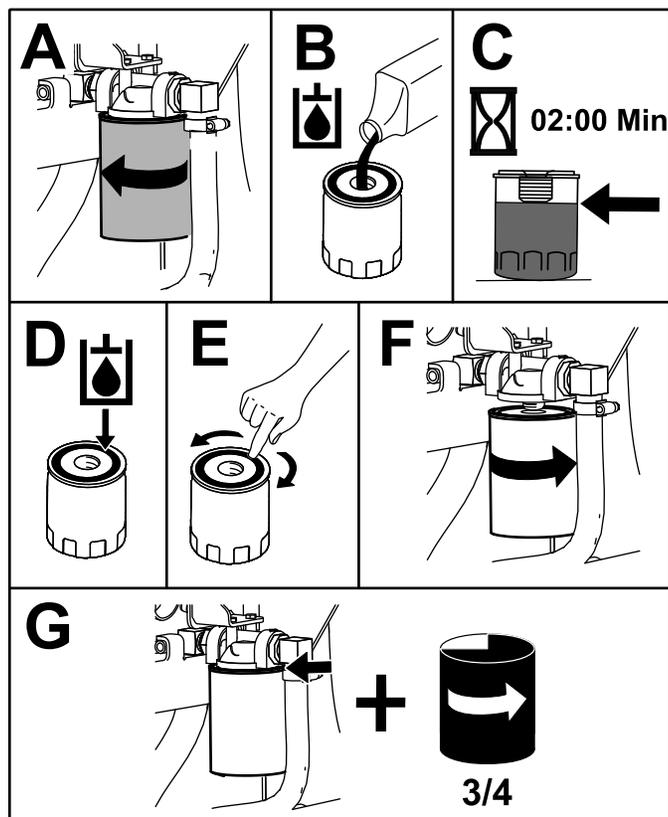

図 64
4. フィルタの下に廃油受けを置いてフィルタを交換する 図 64。